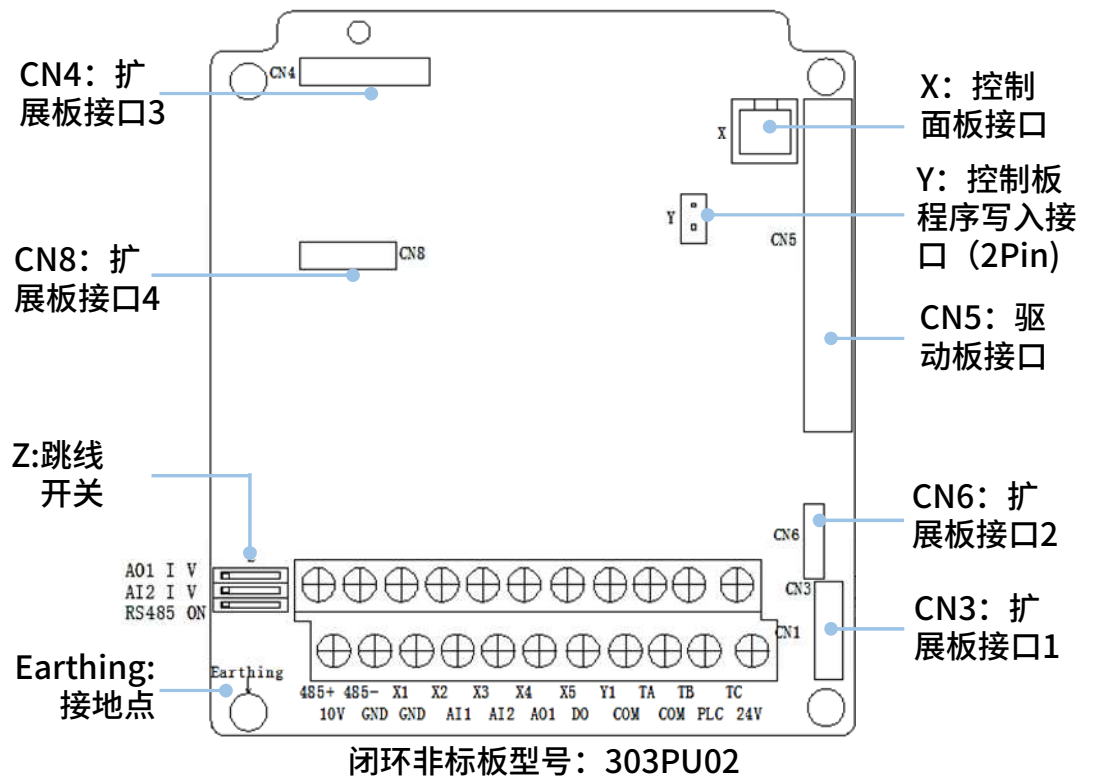

图 9-1 NE300 闭环非标板（选配）示意图
■ 注意：为便于阅读添加 X,Y 和 Z 表示端子位置，板上实际没丝印这个位号。(图 9-1)